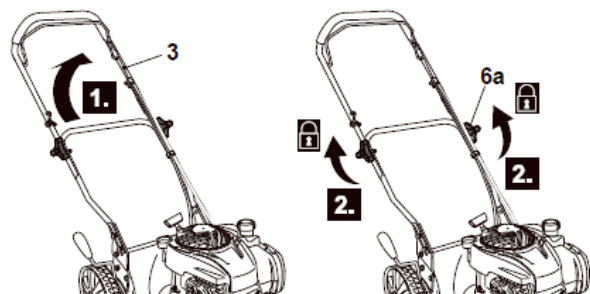

Fig. 5
7. Déplier la poignée supérieure (3) et la fixer à l'aide du bouton de verrouillage (6a). Il y a 3 positions de réglage de la hauteur de la poignée (Fig. 5).